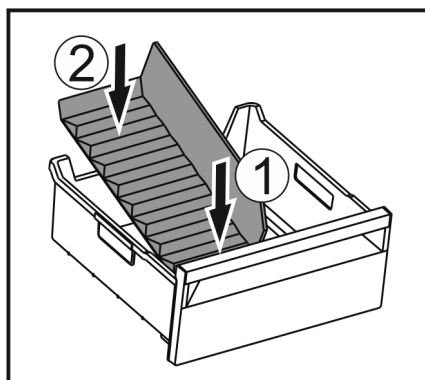

Fig. 244
- Umetnite prednji dio pregrade ladice za led. Fig. 244 (1)
- Spustite stražnji dio pregrade ladice za led do dna ladice. Fig. 244 (2)